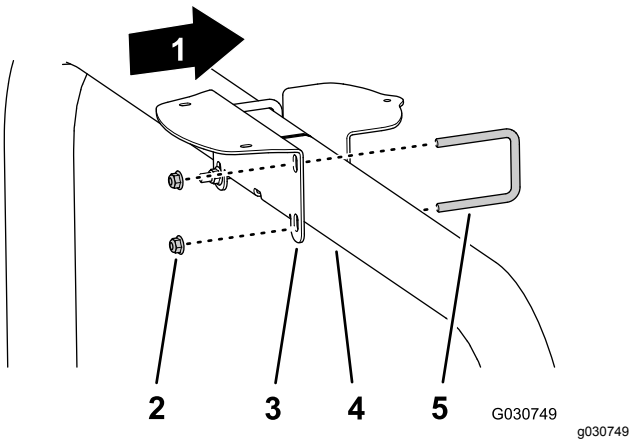

Figure 149
- Si votre machine est équipée d'un système mondial de navigation par satellite (GNSS) avec système de renforcement à couverture étendue (WAAS), montez le support du récepteur sur le tube du système ROPS (Figure 149) à l'aide de 2 étriers filetés et de 4 contre-écrous à embase (3/8").